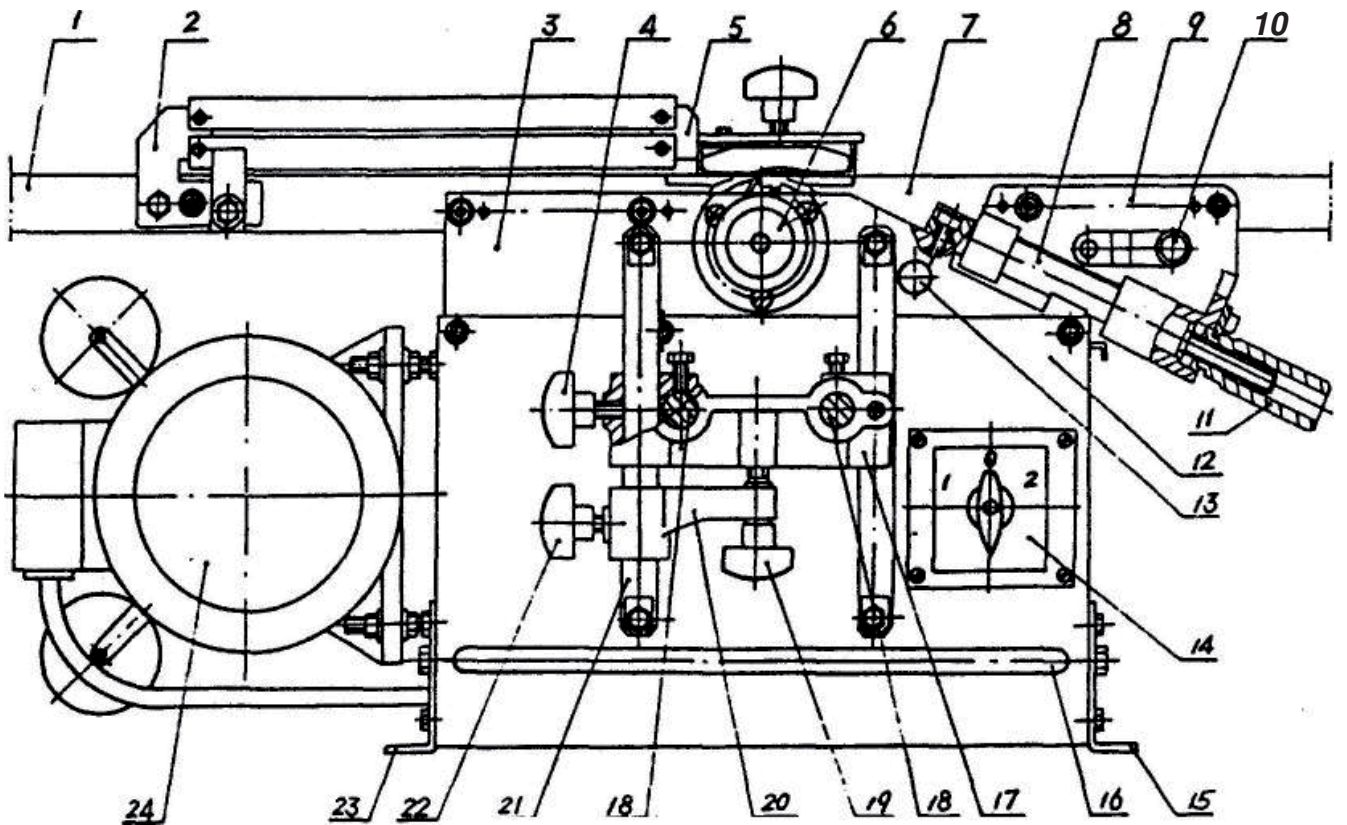
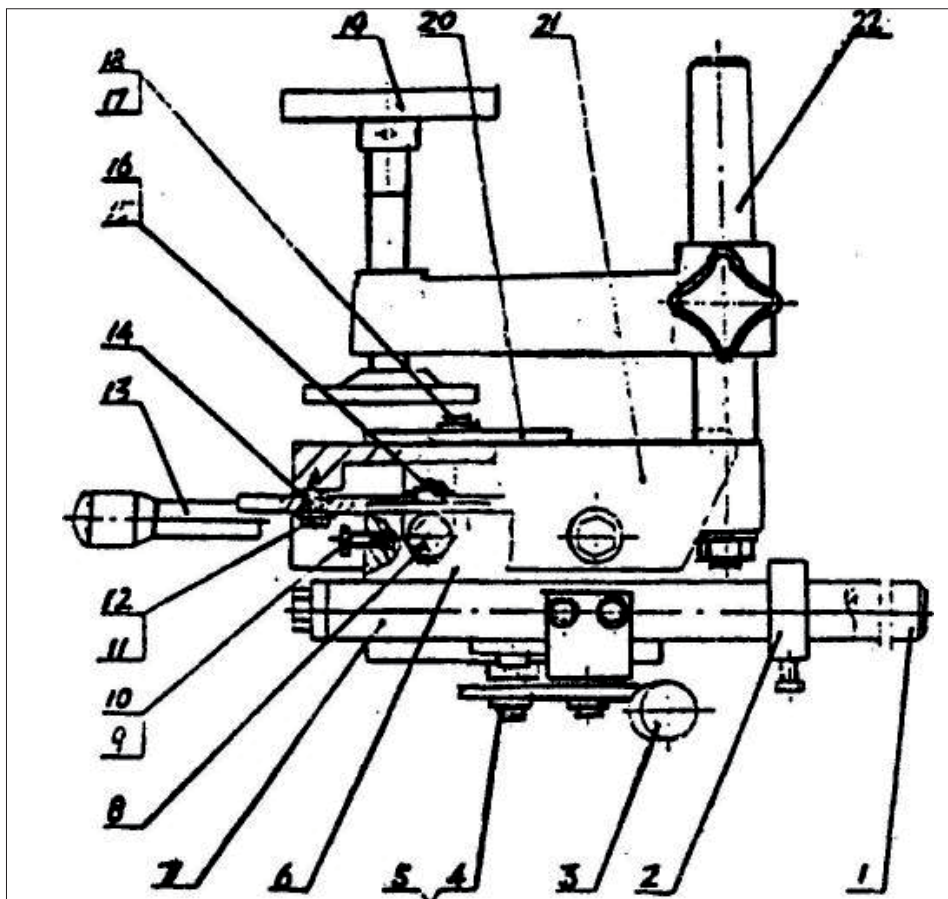
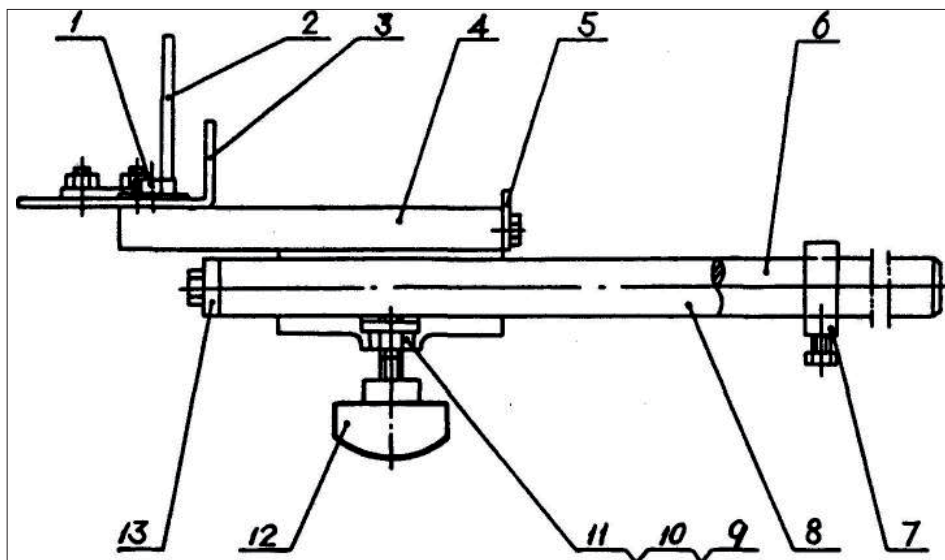

Рис. 1 Схема станка
Рис. 2 Свердлильний блок тип А
Рис. 3 Свердлильний блок тип В
- Є два типи блоків такого роду деталей. Тип А (див. Рис. 2) та тип Б (див. Рис. 3). Зазвичай ми надаємо свердлильний блок типу Б, однак за потребою клієнта ми можемо також надати і тип А.
- Після встановлення свердлильного блоку типу А, як зазначено на Рис. 2, розмістіть роликові напрямні 1 та 7 у контрольних отворах рухомої основи 17, як зазначено на Рис. 1, та закріпіть його.
- Або після встановлення свердлильного блоку типу Б, як зазначено на Рис. 3, розмістіть роликові напрямні 6 та 8 у контрольних отворах рухомої основи 17, як зазначено на Рис. 1 та закріпіть його.
### Свердлильний блок тип А (Рис. 2)
### Свердлильний блок тип В (Рис. 3)